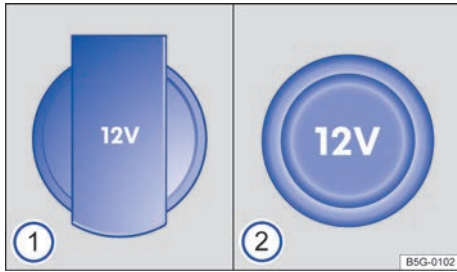

Fig. 123 Toma de corriente de 12 voltios con tapa plegable ①, toma de corriente de 12 voltios con tapa extraíble ②.
- en la parte inferior de la consola central ⇒ fig. 123;
- en el maletero ⇒ fig. 123.